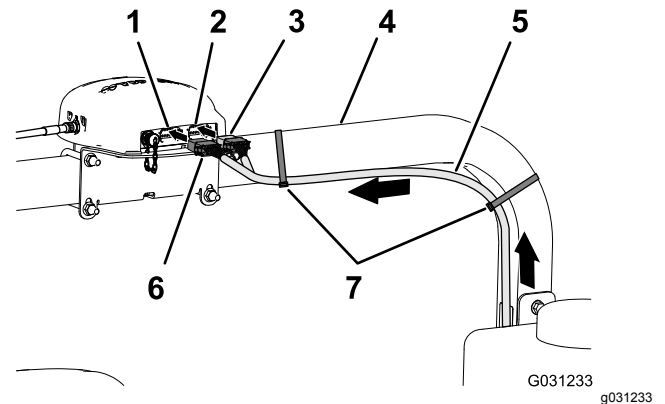

図 158
- 図 158 のように、ケーブルタイ 2 本を使って、データ用ハーネスの 390cm 枝線を右側 ROPS チューブに固定する。